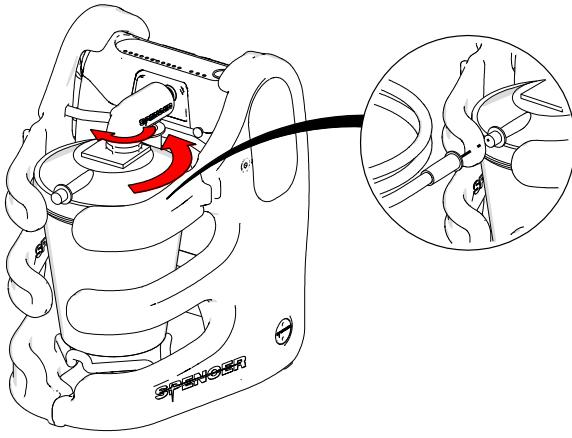

Fig. 8
3. Conecte o tubo do paciente (nº 17 no 3.2) à ficha do recipiente na porta marcada com a palavra "paciente". Verifique se todas as conexões estão apertadas para evitar a fuga de líquidos e vácuo (Fig. 8). Ligue a tubagem do paciente para ao cateter de aspiração compatível (não fornecido) de acordo com as necessidades de utilização.